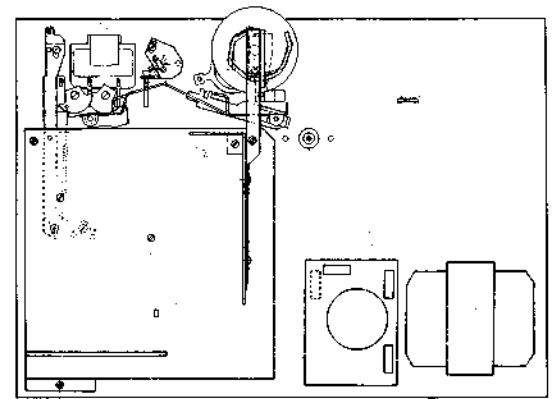

Bild 4: Chassisunterseite (M 430 / M 440 hifi / M 441 hifi)
Das Gerät kann in der 117-V-Stellung (rot) von S 2 an 117 V/60 Hz betrieben werden. Zusätzlich muß dafür die Sekundärsicherung Si 3 ① (Bild 4) gemäß Aufdruck der Sicherungsplatte 80 umgesteckt und der Motorriemen 231 in die andere Nut des Antriebsrades 77 gelegt werden.